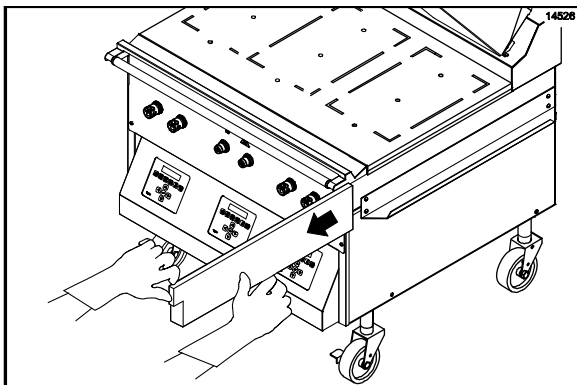

Abbildung 113
45. Die Fettsammelbehälter herausnehmen und ausleeren. (Siehe Abbildung 113.)